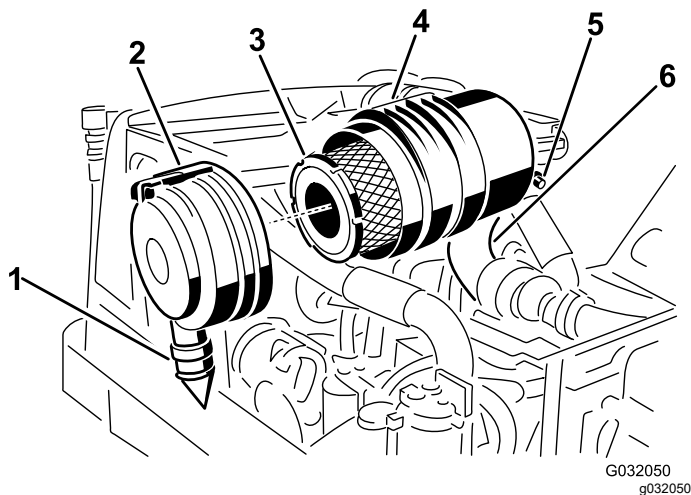

Figure 47
2. Déposez le préfiltre (Figure 47).
3. Remplacez le préfiltre (Figure 47).
7. Montez le couvercle en dirigeant la valve de sortie en caoutchouc vers le bas, entre les positions 5:00 et 7:00 heures vu de l'extrémité, puis verrouillez-le en place (Figure 47).